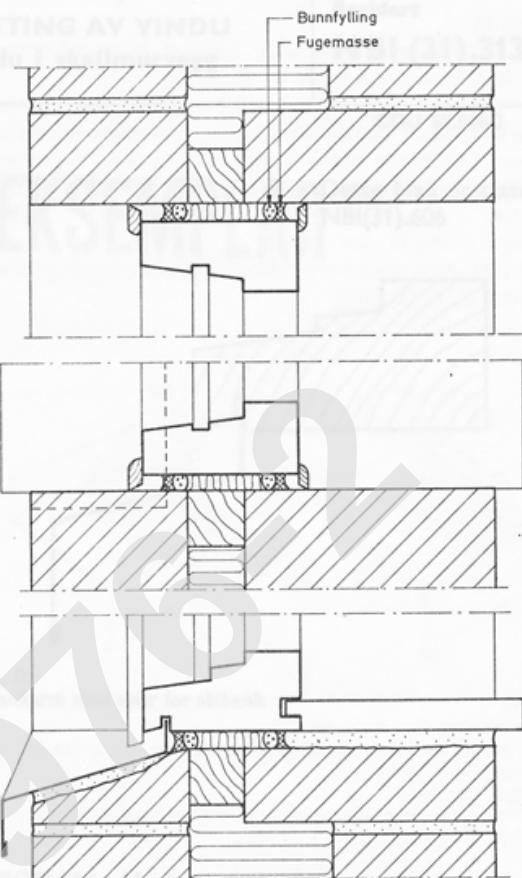

Fig. 32
- 32 Fig. 32 viser vindu av tre innsatt i fuget (eller spekket) skallmurvegg av tegl.